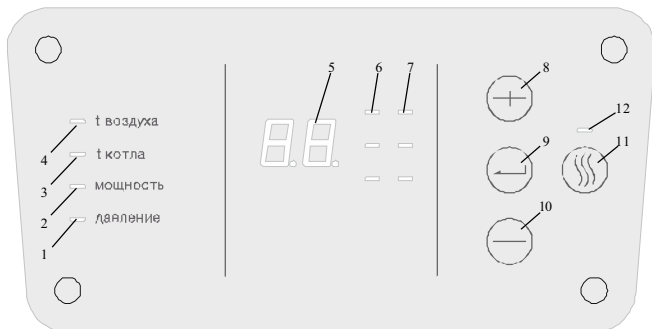

Рисунок 3. Панель индикации и управления
Заднюю панель (1); входной комбинированный патрубок (2) (через который теплоноситель поступает в прибор), имеющий как наружную резьбу G3/4, так и возможность подсоединения пайкой медной трубой с наружным диаметром 20 мм; циркуляционный насос (3), приводящий в движение теплоноситель, который проходя через трубопроводы (4), поступает в теплообменную емкость (5) в теплоизоляции, содержащую один или два блока трубчатых нагревательных элементов (блоков ТЭН) (6), и возвращается в систему через верхний выходной патрубок (7) с наружной резьбой G3/4. На задней панели установлен пневмогидроаккумулятор мембранного типа (экспанзомат) (8), служащий для компенсации объёмного расширения, подсоединенный к трубопроводу перед циркуляционным насосом. Желаемая температура на выходе, контролируемая датчиком (9), а также лимит потребления электроэнергии устанавливаются на панели управления и индикации (см. рис.3). Избыточное давление в теплообменной емкости должно находиться в пределах от 0,05 МПа (при меньшем давлении работа циркуляционного насоса становится неустойчивой), до 0,29 МПа. Оно контролируется датчиком давления (10). Независимая от микроконтроллера и охлаждаемых полупроводниковых элементов защита представлена самовозвратным термовыключателем (11), включенным в цепь катушки контактора (12), через основные контакты которого проходят токи питания ТЭНов (через силовые платы (13), осуществляющие непосредственную подачу напряжения на ТЭНы). Полупроводниковые элементы на силовых платах охлаждаются теплоносителем при прохождении через трубопроводы (4). Установочная панель (14) закреплена над экспанзоматом, на кронштейнах задней панели. На установочной панели также расположены: плата центральная (15), которая управляет всеми элементами системы, исполняет алгоритмы управления мощностью котла и содержит в энергонезависимой памяти необходимые настройки работы котла;
- все три индикатора ограничения мощности (7) (рис.3) — светятся (ограничения мощности нет);
- все три индикатора потребляемой мощности (6) (рис.3) — не светятся (уровень потребляемой мощности — 0%);
- индикатор контроля температуры теплоносителя «**t котла**» — светится, что указывает на то, что семисимвольные индикаторы (5) (рис.3) указывают температуру теплоносителя;